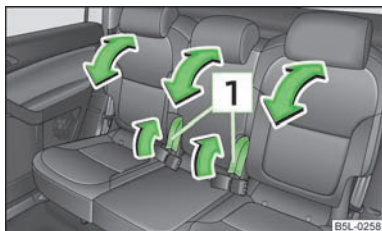

Fig. 49
- Tirar de la palanca **1** » fig. 49 y ajustar la inclinación deseada del respaldo.
- Tirar de la palanca **1** » fig. 49 y abatir los respaldos de los asientos traseros exteriores hasta el tope sobre la banqueta.
- Abatir hacia adelante el respaldo central trasero de la misma forma, tirando una vez más de la palanca **1** » fig. 49 y presionar el respaldo hacia abajo hasta que encaje de forma audible en una posición más baja.